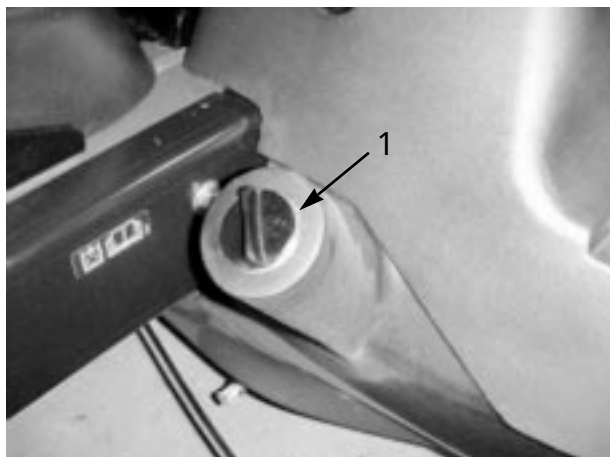

図 8
2. 油圧オイルタンクの注油口周辺をきれいに拭き、キャップ( 図8 )を外す。